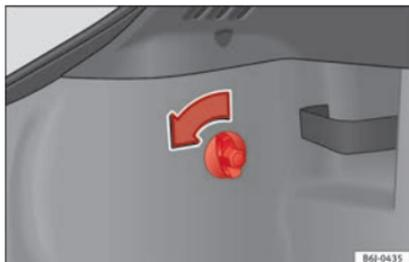

Abb. 108 Zugang zu den Rückleuchten.
»» **Abb. 108.**
- Ziehen Sie den Stecker aus der Aufnahme (A) »» **Abb. 108.**
- Nehmen Sie den Lampenträger aus dem Gehäuse heraus. Drücken Sie dazu die Befestigungslaschen (B) in Pfeilrichtung